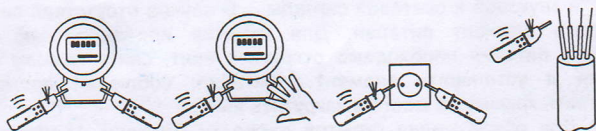

Рисунок 4
6.4 При проверке правильности фазировки счетчика, определении фазного провода в розетках и кабелях (Рисунок 4) включите диапазон «1» или «2». Прикоснитесь антенной к исследуемой цепи или крышке клеммной колодки счетчика напротив зоны подключения фазного провода, затем напротив зоны подключения нулевого провода. При этом уровень звукового и яркость светового сигналов должны быть выше в близости к фазному, чем к нулевому проводу. При сильном влиянии посторонних электрических полей прикоснитесь рукой к крышке счетчика.